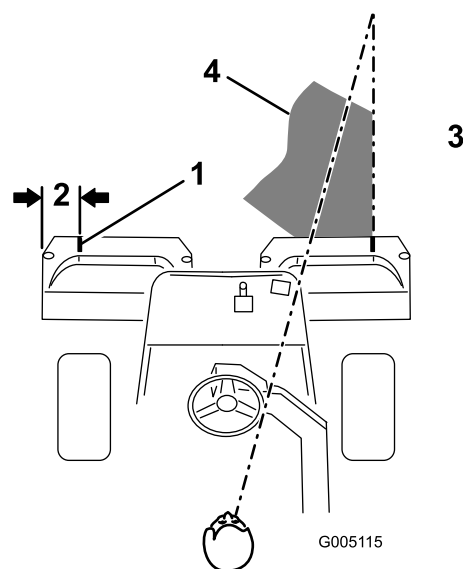
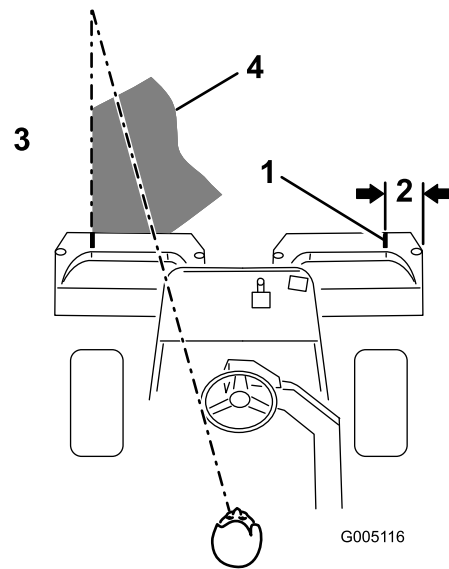

Figura 23
Figura 24
2. Coloque un trozo de cinta blanca o pinte una raya en cada recogehierbas, paralelo al borde exterior de cada uno (Figura 23).
3. Debe haber un solape mínimo con las pasadas anteriores. Para ayudar a mantener una línea recta a través del green y mantener la máquina a la misma distancia de la pasada anterior, establezca una línea imaginaria aproximadamente de 1,8 a 3 m por delante de la máquina hasta el extremo de la parte no segada del green (Figura 23 y Figura 24). Puede ser útil incluir el borde exterior del volante como parte de la línea imaginaria, es decir, mantener el borde del volante alineado con un punto que se mantiene siempre a la misma distancia de la parte delantera de la máquina (Figura 23 y Figura 24).